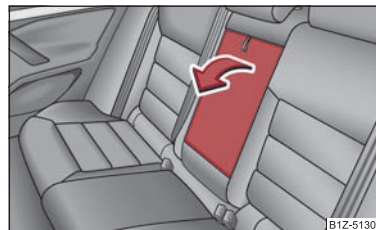

Fig. 53 Asientos traseros: Apoyabrazos
- El apoyabrazos lo puede abatir hacia abajo por el lazo para un aumento del confort ⇒ fig. 53. ■